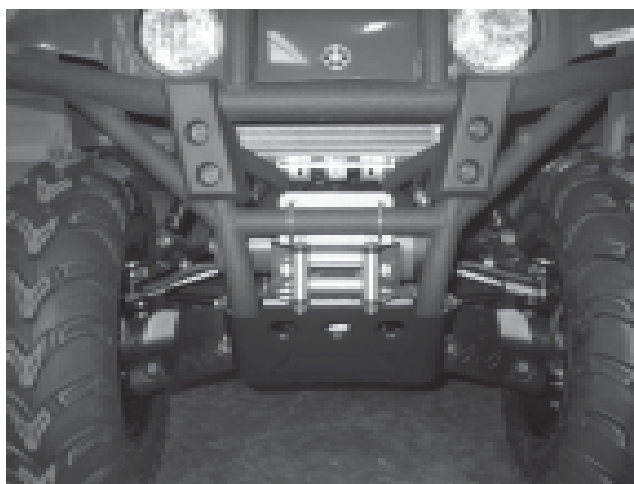

Figure 6: Replacez la plaque de protection
- L'installation du treuil est à présent achevée. Voir figure 6. Voir les instructions d'installation du treuil pour effectuer le câblage